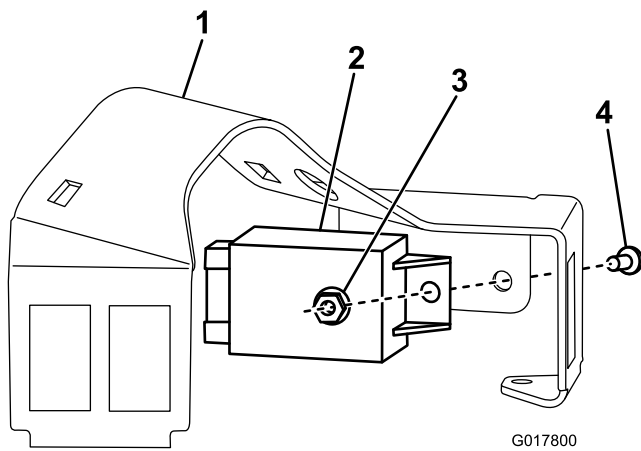

Figure 8
- 1. Fixez le module des clignotants au support de colonne avec une vis (n° 10-24 x 1/2") et contre-écrou (Figure 8).